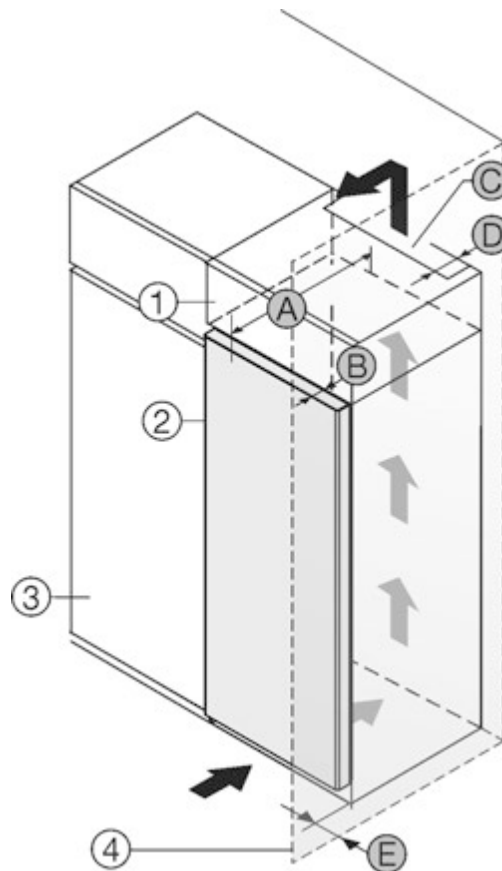

Fig. 1
Ви можете встановити пристрій безпосередньо поряд із кухонною шафою Fig. 1 (3).
Зі зворотного боку шафи для встановлення на пристрої слід передбачити вентиляційну шафу завглибшки Fig. 1 (D) на всю ширину цієї шафи.
Слід дотримуватися вентиляційного отвору Fig. 1 (C) в стелі приміщення.
Якщо пристрій із шарнірами встановлюється поряд зі стіною Fig. 1 (4), відстань між пристроєм і стіною повинна бути не менше 13 мм.
Якщо пристрій із шарнірами встановлюється поряд зі стіною Fig. 1 (4), відстань між пристроєм і стіною повинна бути не менше 20 мм.
Щоб мати можливість повністю відкривати дверцята, потрібно, щоб пристрій виступав на відстань глибини дверцят Fig. 1 (B) відносно передньої панелі кухонної шафи. Залежно від глибини кухонних шаф Fig. 1 (3) та використання пристінних розпірок пристрій може ще більше виступати вперед.